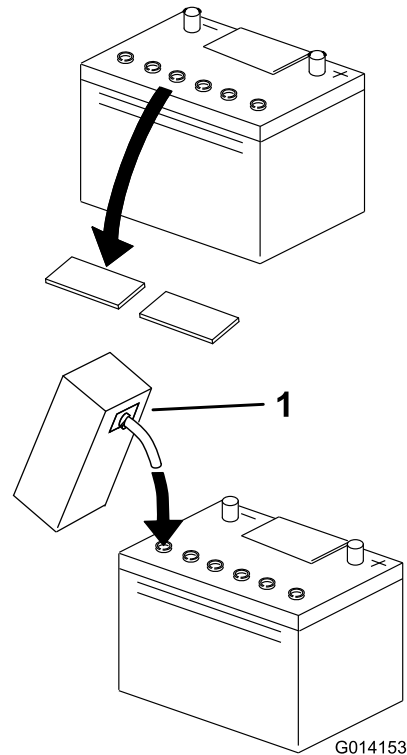

Figura 4
4. Limpie la parte superior de la batería y retire los tapones de ventilación (Figura 4).
5. Con cuidado, llene cada celda de electrolito hasta el nivel correcto (Figura 4).
9. Si es necesario, llene cada celda hasta el nivel correcto (Figura 4).